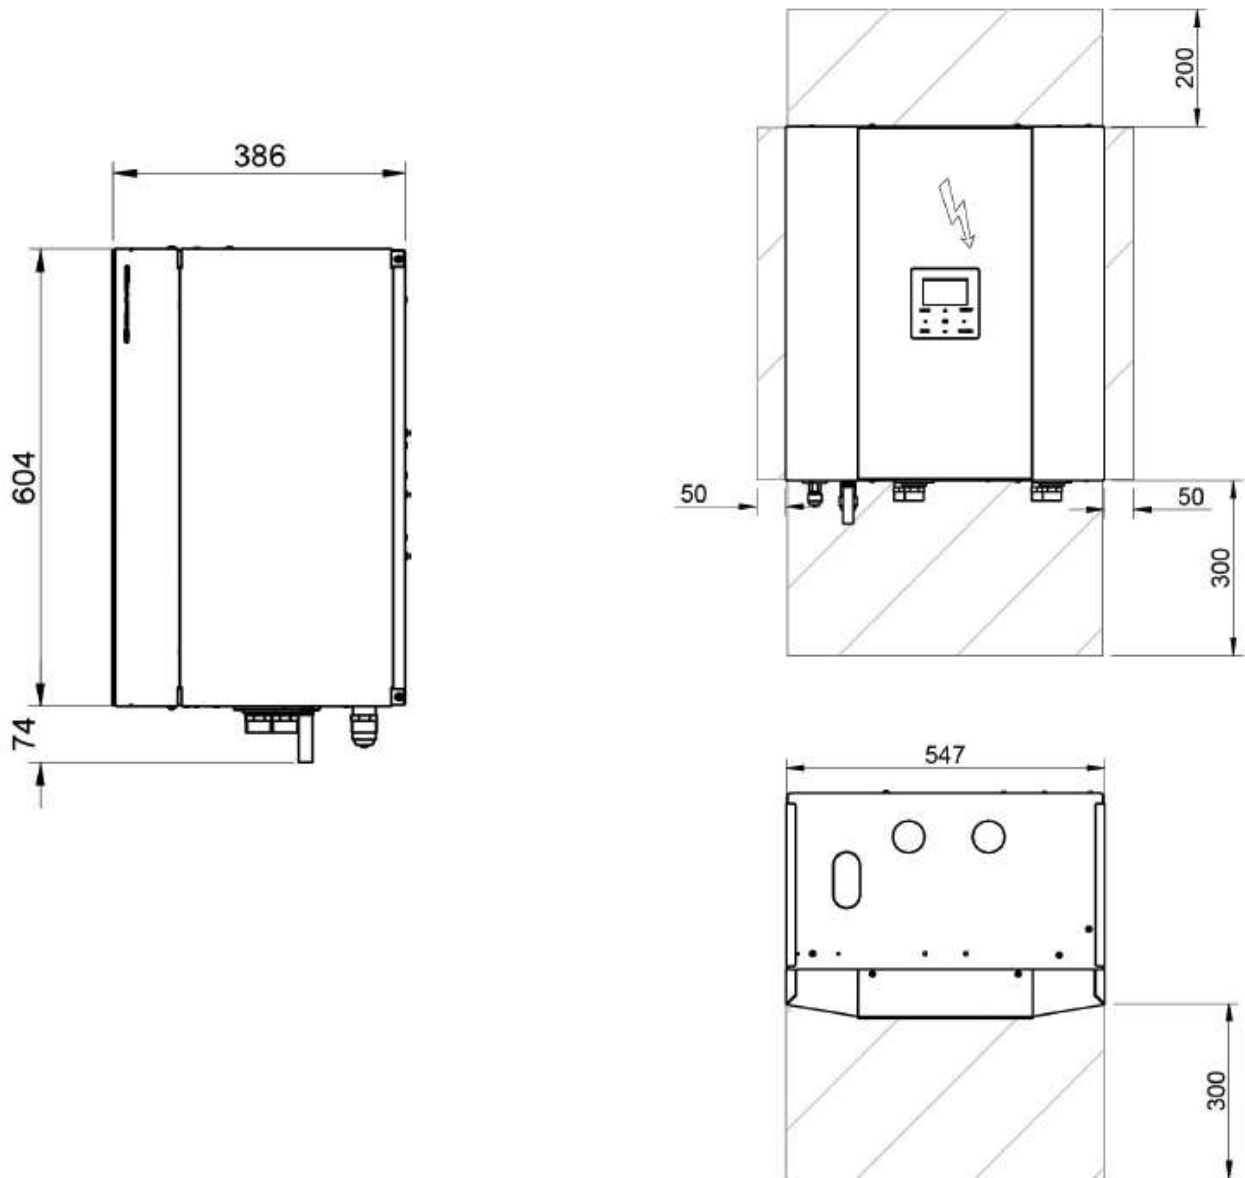

Figura 9 – spazi di rispetto unità interna
- Preparare quattro set di tasselli a espansione $\varnothing 10$ per ancoraggi pesanti, con relativi dadi e rondelle (Figura 9).